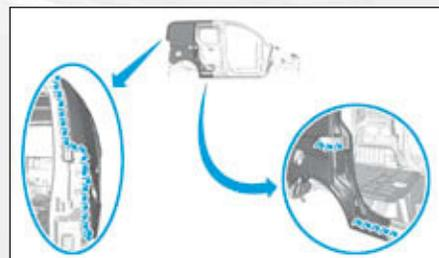

FIG. 162
- un mastic d'étanchéité indice "A1" (Fig.162),